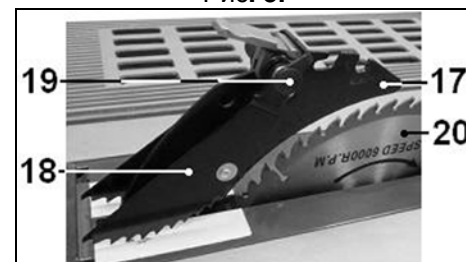

Рис. 4.
8.2. Установка антиотбрасывателя (Рис.4)